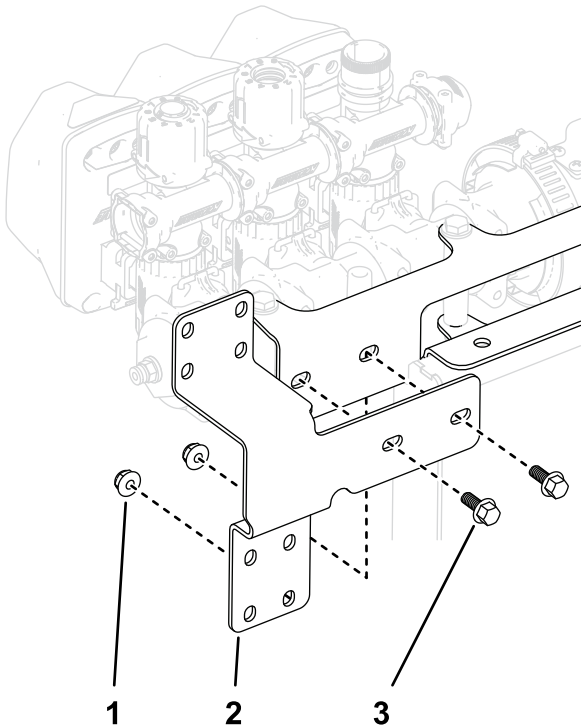

Bild 25
2. Montieren Sie die Regelventilhalterung mit zwei Bundkopfschrauben ($\frac{1}{4}" \times \frac{5}{8}"$) und Sicherungsmuttern ($\frac{1}{4}"$) am Ventilhalterungsrahmen, wie in Bild 25 dargestellt.